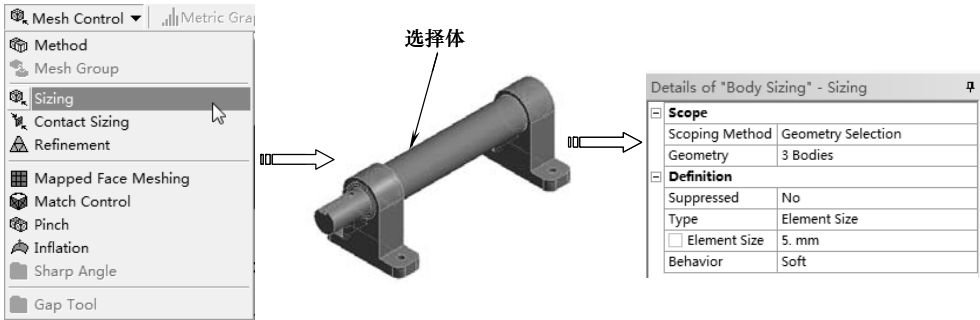

图 6-25 设置网格尺寸
2) 在【Outline (分析树)】中选择【Mesh】节点,单击【Mesh】工具栏上的【Mesh Control (网格控制)】|【Sizing (尺寸)】命令,单击窗口上方【图形选择】工具栏上的【Body (选择体)】按钮 ,在【Details of “Body Sizing” Sizing】列表中单击【Scope】选项下的【Scoping Method】项,在图形区单击选择实体,单击【Geometry】项中的【Apply】按钮完成,在【Element Size】文本框中输入 5mm,如图 6-25 所示。